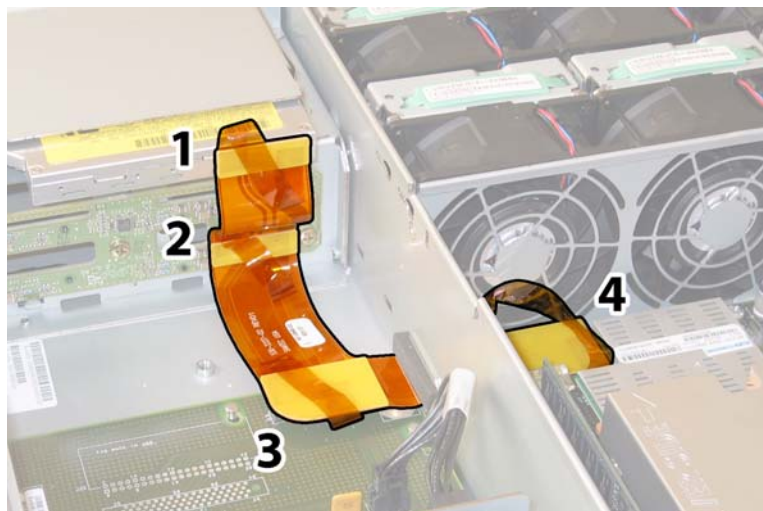

図4-51 フレックスケーブルコネクタ4個の取り外し
13. 次の4箇所にあるケーブルの4個のコネクタを外し、フレックスケーブルと付属のフォームラバーのガスケットをシャーシ内部の壁から取り外します。図4-51を参照してください。